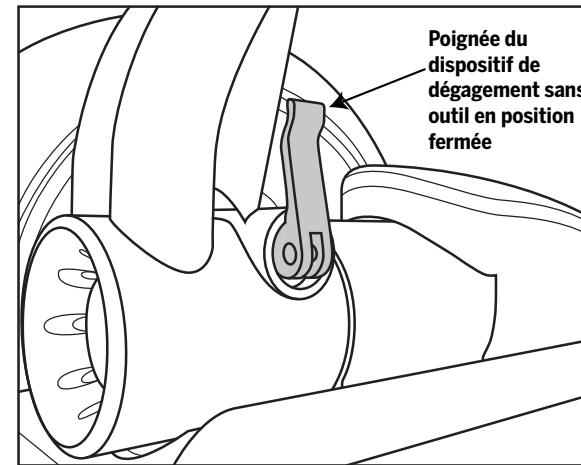

Figure 3. Serrage du dispositif de dégagement sans outil avec la poignée en position fermée
3. Vissez sans serrer le dispositif de dégagement sans outil à travers la rondelle incluse et dans les brides de serrage. Au moment de visser, vérifiez que la poignée est en position fermée. Référez-vous à la figure 3.